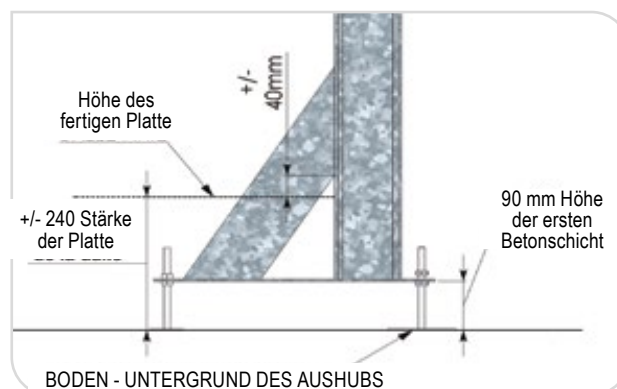
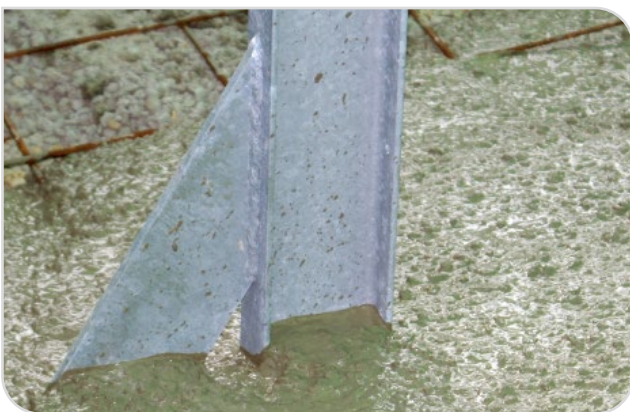

Abbildung 7 – Ausschnitt des Hebers
Abbildung 11 – Giessen des Betonplatte (c)
In den unteren Ecken werden diese flachen Stangen von einem Heber des Typs AR zusammengehalten (Ausschnitt Abbildung 7).
- ! Konsultieren Sie die Abbildungen *Abbildung 7* und *Abbildung 11*, um die richtige Höhe der Betonplatte im Verhältnis zu den Pfosten zu bestimmen.